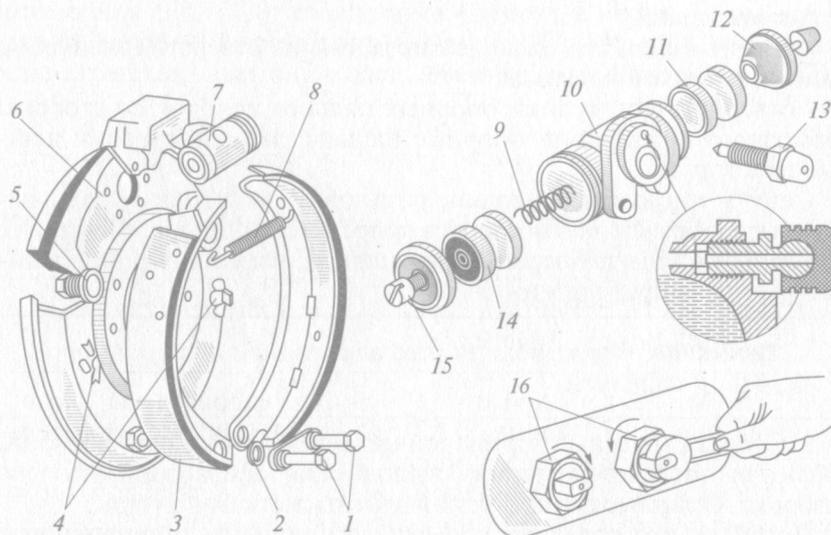

Рис. 5.3. Колесный тормозной механизм автомобиля ГАЗ-53А:
4. Выполнить *полную регулировку колесного тормозного механизма автомобиля ГАЗ-53А* (см. рис. 5.3) следующим образом: